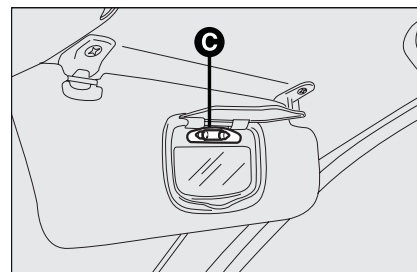

Рис. 46
- ☐ извлеките из боковых контактов лампы **C**, **рис. 46**, и замените ее, убедитесь, что лампа надежно закреплена между контактами.